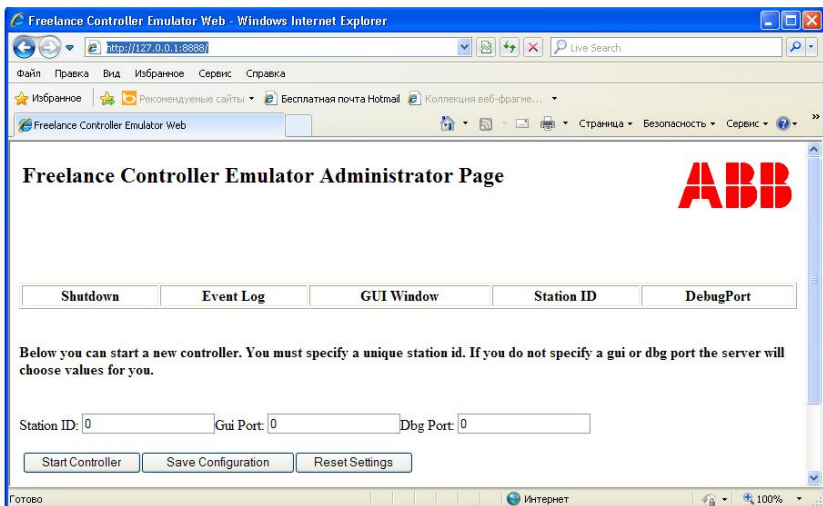

Рис. 1.14 – Вікно керування емулятором ПЛК.
2) В полі введення *TCP*-адреси введіть наступний рядок: <http://127.0.0.1:8888/>. В результаті відкриється сайт адміністратора для керування емулятором ПЛК *Freelance*, який показаний на рис. 1.14. Для швидкого запуску емулятора додайте відкритий сайт до папки *Избранное* браузера.
Активуйте емулятор ПЛК за допомогою браузера *Internet Explorer*, а в ньому сайт *Freelance Controller Emulator Web*, який запитується за адресою <http://127.0.0.1:8888>. На сайті емулятора ПЛК (див. рис.1.14) в поле *Station ID* вставте номер ресурсу, наприклад «1» та натисніть ЛКМ на кнопку *Start Controller*.